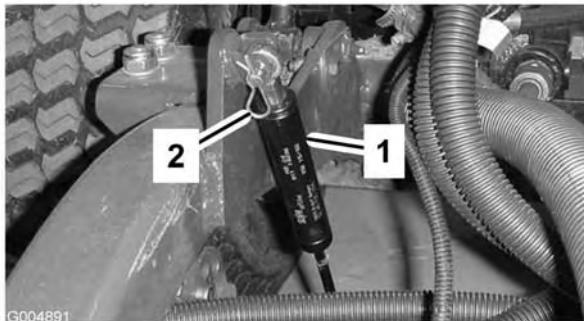

Figura 80
- Togliete la coppia che fissa gli ammortizzatori ai bracci di sollevamento (Figura 80). Girate l'ammortizzatore verso la scocca.